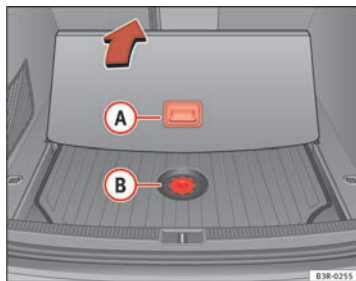

Abb. 189 Zugriff auf Werkzeugbox und Wagenheber
- Mit Hilfe des Haltegriffs **A** ⇒ Abb. 189 die Ladebodenabdeckung nach hinten schieben.
- Die Befestigungsschraube der Abdeckung **B** ⇒ Abb. 189 lösen.